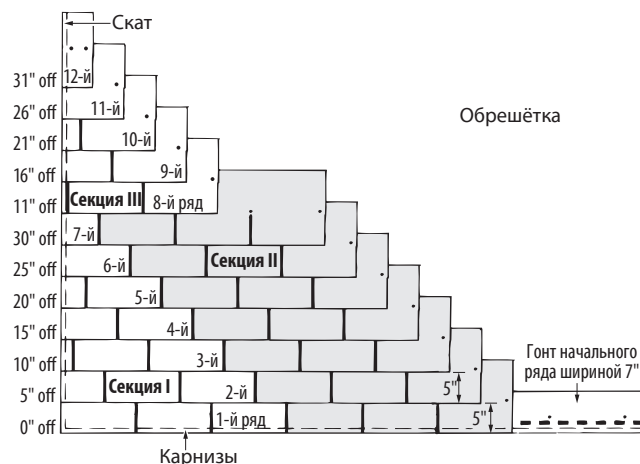

Рис. 13-9. Метод укладки с отрезанием по пять дюймов и монтажом с уступом по диагонали.
1. В начале «Секции I» уложите целый гонт в левом нижнем углу крыши. Язычки гонта должны быть размещены вровень с гонтом начального ряда, и каждый гонт должен быть закреплён четырьмя гвоздями (Рис. 13-9).
ГОНТЫ «СЕКЦИИ II»: Все гонты «Секции II» оставляются целыми. Эти гонты будут уложены встык с гонтами «Секции I», с которой начинаются ряды с первого по седьмой. Закрепите все гонты обычным образом (Рис. 13-9).
1. Начните укладку «Секции III» в восьмом ряду с гонта, который был обрезан с левого края на 28 см. Уложите кусок шириной 63,5 см над гонтами седьмого ряда, расположив его вровень с левым краем гонта седьмого ряда, оставив гонт седьмого ряда открытым на 12,7 см. Закрепите гонт в двух стандартных местах, а также на расстоянии 3,2 см внутри от левого края (Рис. 13-9).
2. Последующие четыре ряда, до двенадцатого ряда включительно, должны начинаться с гонта, который на 12,7 см короче, чем первый гонт предыдущего ряда. Таким образом, первый гонт девятого, десятого, одиннадцатого и двенадцатого рядов будут иметь длину 50,8 см, 38,1 см, 25,4 см и 12,7 см, соответственно. Если у вас возникли затруднения, обратитесь к схеме на Рис. 13-9. Обратите внимание, что открытый участок гонта в каждом ряду должен составлять 12,7 см. Закрепите гонт в стандартных местах и на расстоянии 3,2 см от каждого края. Уложите ряды по всей длине крыши с помощью целых гонтов.